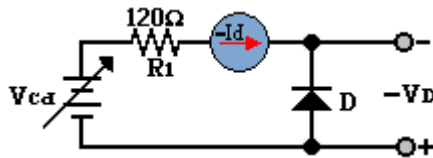

Figura 2.3
4. Arme el circuito de la figura 2.3.